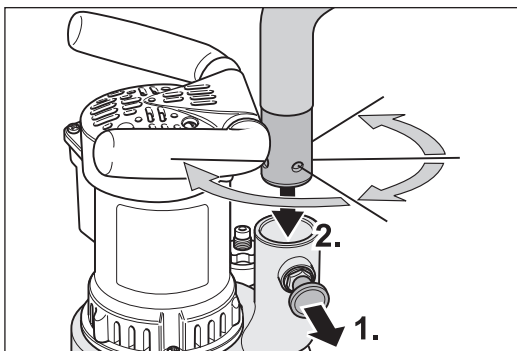

Bild 2 Dra i spärrbulten (1.) och för in rörstosen i flätkåpan (2.).
- 2 Dra ut spärrbulten på flätkåpan utsugsstos (bild 2, 1.) och stick samtidigt in rörstosen i flätkåpan (bild 2, 2.).